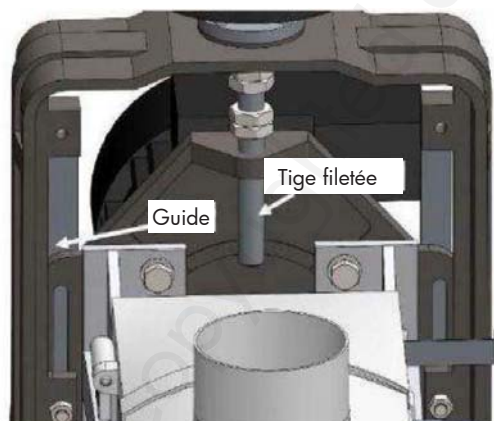

Fig. 32 : Lubrification
1. Remplacez immédiatement une bande abrasive défectueuse. Vérifiez le bon réglage de la bande d'alimentation. Lubrifiez une fois par mois toutes les pièces mobiles (figure 32) telles que la tige filetée, les disques et les coussinets, la jauge de profondeur, les surfaces de glissement et les douilles qui sont reliées au mécanisme de contrôle de profondeur. N'utilisez pas d'huile ou de graisse à cet effet, car elles ont tendance à lier la sciure.